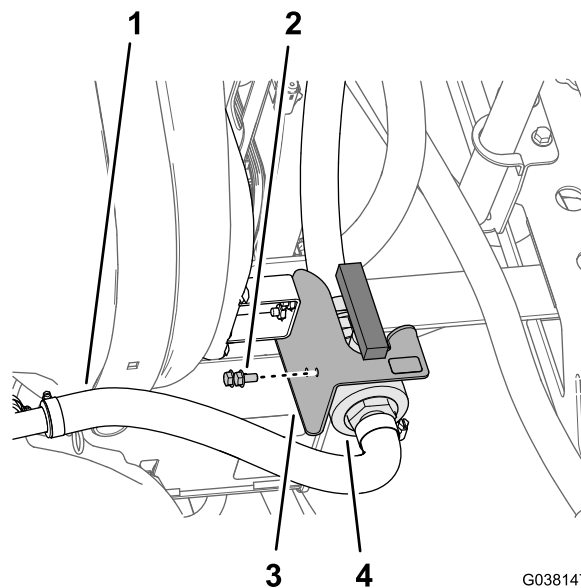

Рисунок 21
1. Выверните 2 болта с фланцевыми головками (5/16 x 5/8 дюйма), которые крепят дроссельный клапан перемешивания к кронштейну дроссельного клапана (Рисунок 21).